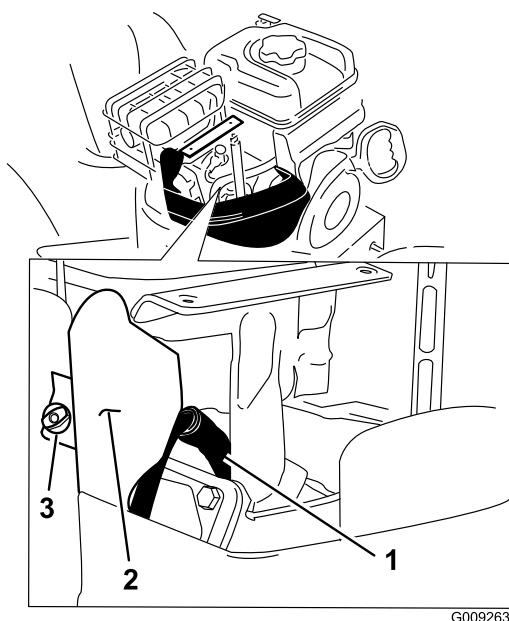

Рисунок 45
4. Отверните барашек хомута и снимите хомут (Рисунок 45).
5. Произведите чистку поверхности вокруг гнезда для свечи зажигания (Рисунок 45).